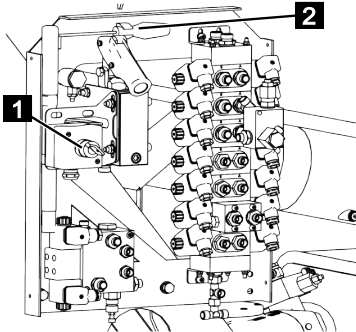

Fig. 136
7. Si le mode d'entretien est effectué par le moteur électrique, l'interrupteur à clé (Fig.136/1) doit être actionné et maintenu enfoncé.
8. Actionner la vanne souhaitée en appuyant fortement dessus avec le levier de commande (Fig.136/2) jusqu'à ce que le composant sélectionné ait atteint la position souhaitée.